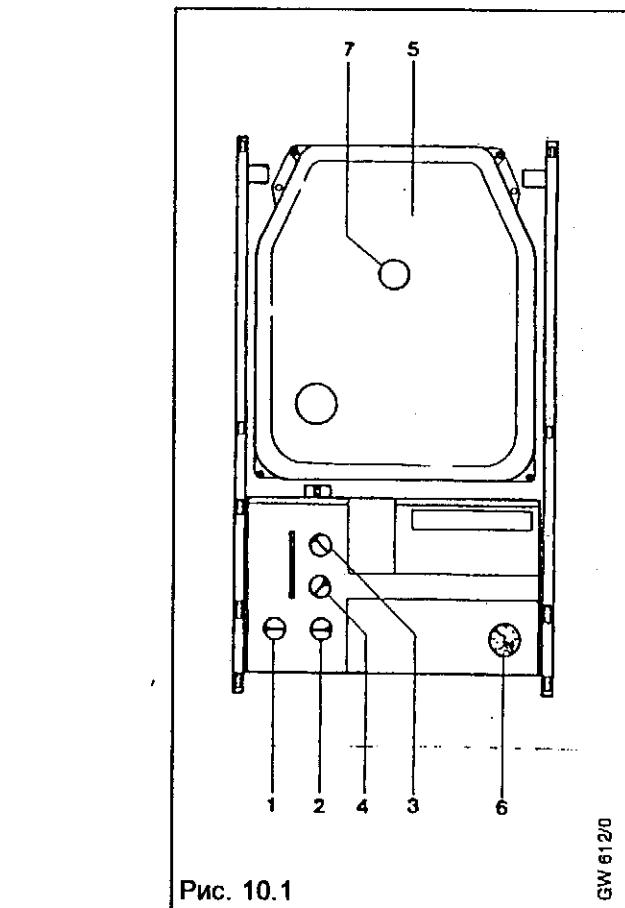
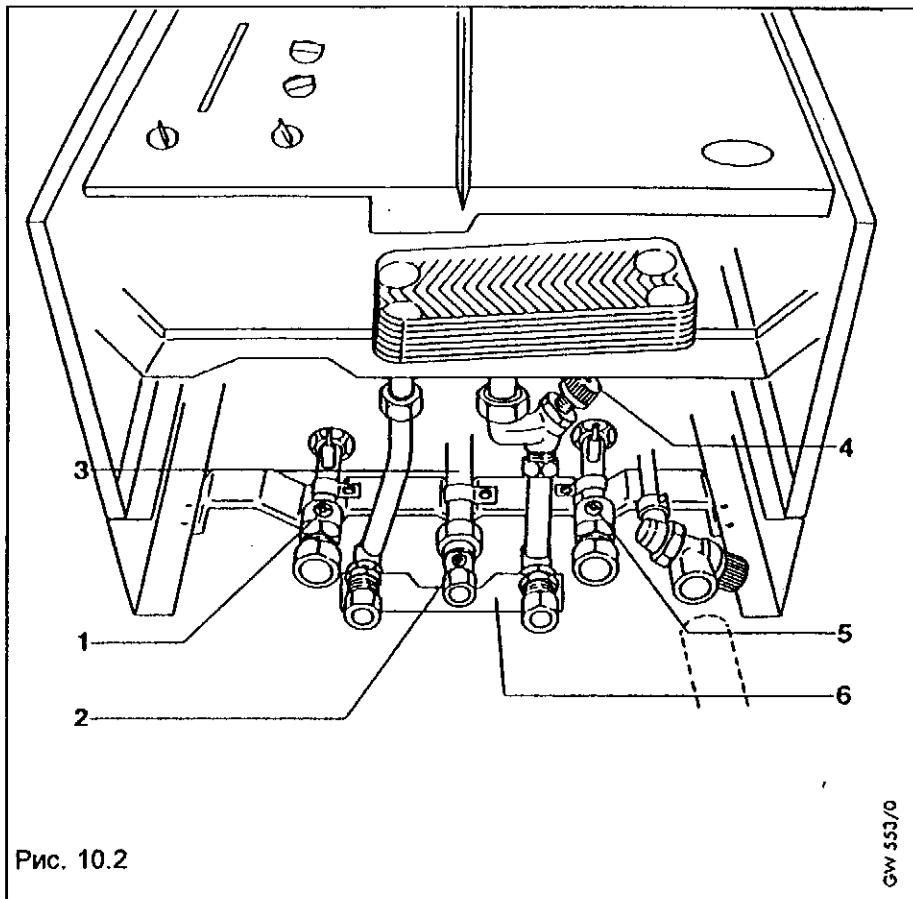
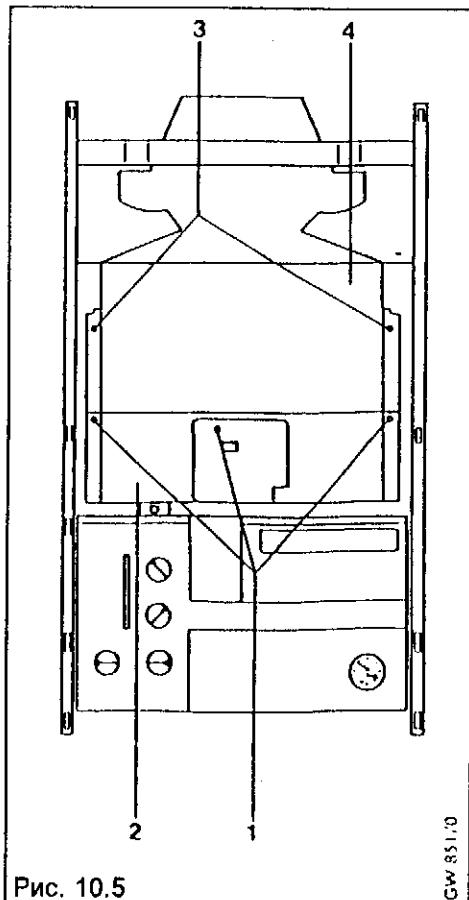

Рис. 10.1
Рис. 10.2
Рис. 10.5
Регулятор температуры подающей линии (3, рис. 10.1) поставить на желаемое значение.
10.2.2 Выключить аппарат (рис. 10.2)
- Закрыть газовый запорный кран (2).
- Закрыть ревизионный кран холодной воды (4) (только VUW).
10.2.3 Снять переднюю облицовку точной камеры (рис. 10.5)
Аппарат нельзя эксплуатировать без облицовки (2, рис. 10.5). Правильное зажигание, а также вид пламени можно наблюдать через смотровое окошко (7, рис. 10.1). Крышка смотрового окошка может быть откинута вверх на 90°.